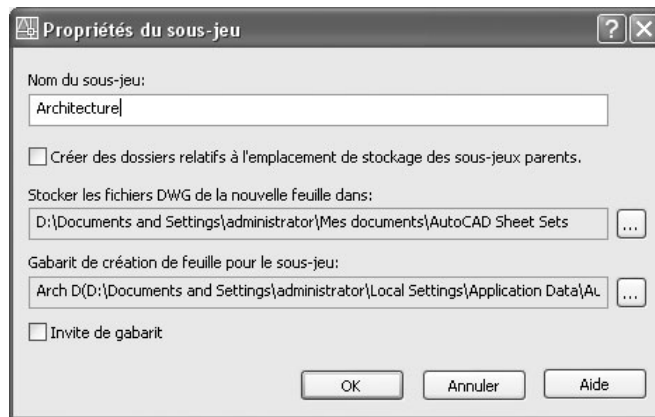

Fig.24.13
- 3 Pour organiser les feuilles par groupe, il convient de déplacer chaque feuille dans le bon sous-jeu de feuille par un simple glisser-déposer (fig.24.13).